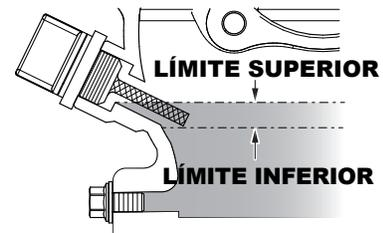

Figura 5. Varilla de medición del nivel de aceite del motor
4. Si el nivel de aceite es bajo (Figura 5), llene hasta el borde del agujero del tubo de llenado de aceite con el tipo de aceite recomendado (Tabla 5). La capacidad máxima del aceite es de 2.33 pintas (1.09 litros).